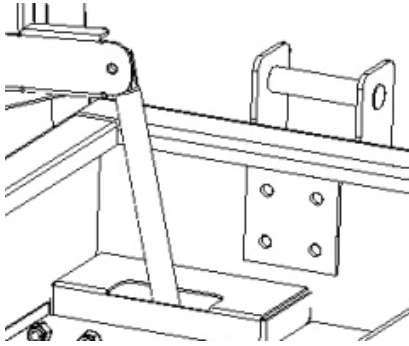

Figure 1 (Caisse pour piano)
1. Monter les supports sur les **EXTRÉMITÉS** de l'unité, aussi haut et aussi près que possible des coins extérieurs. Placer la plaque de fixation sur la surface intérieure, en s'assurant que l'emplacement ne gêne pas les pièces internes, comme les protecteurs de l'amortisseur à gaz, les cornières, etc. (voir la figure 1). Certaines unités sont livrées avec des trous préalablement percés pour le montage des supports de levage. Dans ce cas, procéder directement à l'étape 4.